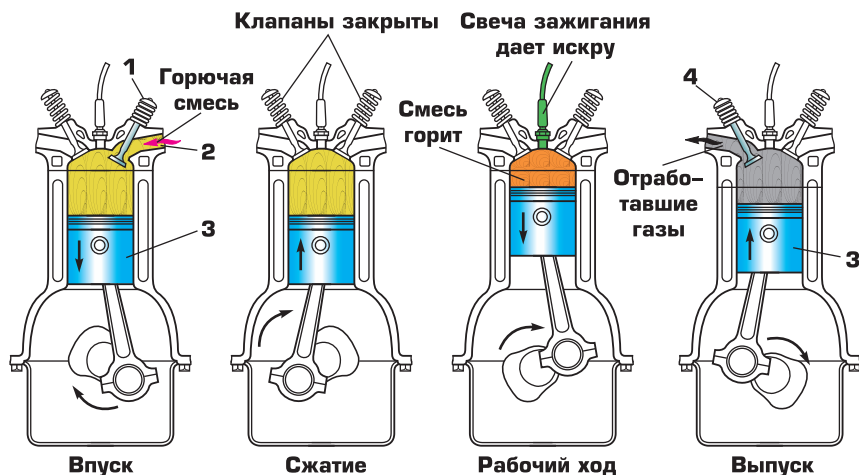

Рис. 5. Рабочий цикл четырехтактного двигателя:
**Рабочий цикл четырехтактного карбюраторного двигателя.** Он протекает в одном цилиндре в такой последовательности (рис. 5):